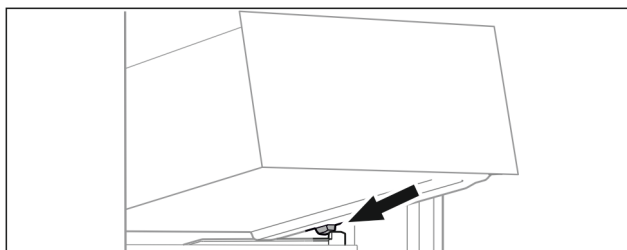

Fig. 69
- ▶ Nasadte zásuvku šikmo za zádržkami na rebro nádoby. (pozri Fig. 69)